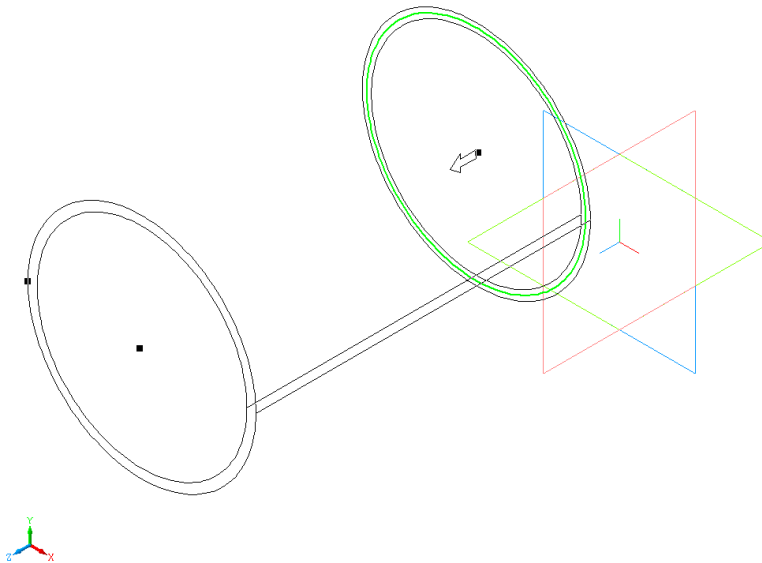

Рис. 2.20. Фантом модели при выполнении команды **Операция выдавливания**.
2.10. В **Панели свойств** операции (рис. 2.12) на закладке **Параметры** установите расстояние выдавливания 110 мм, нажмите **Enter** и рассмотрите "фантом" модели (рис. 2.20).